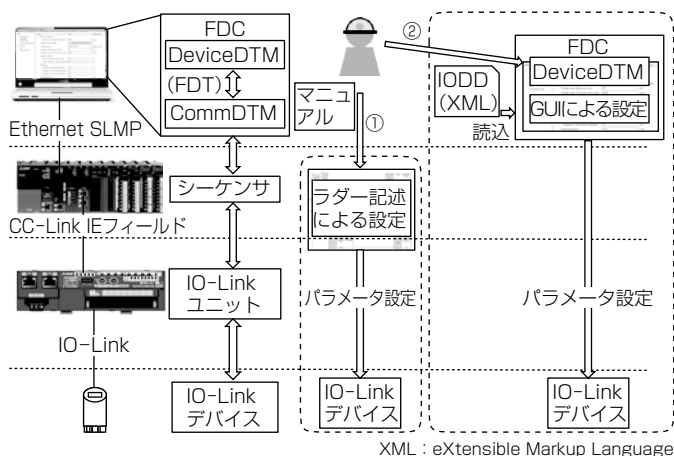

図7. IO-Linkデバイスへのパラメータ設定比較
(Ethernet→CC-Link IE フィールド→IO-Link)を介してIO-Linkデバイスへアクセスができなかった。そのため、図7の①に示すようにIO-Linkデバイス設置時、顧客は、IO-Linkデバイスメーカー提供のマニュアルを基にラダーを記述し、シーケンサを介してパラメータ設定を行う必要があった。しかし、顧客にとってラダー記述によるパラメータ設定は熟練度が必要であり、ミスも起こしやすいことから、図7の②に示すように、パソコン上でGUI (Graphical User Interface)によるパラメータ設定を実現して簡単化を図った。